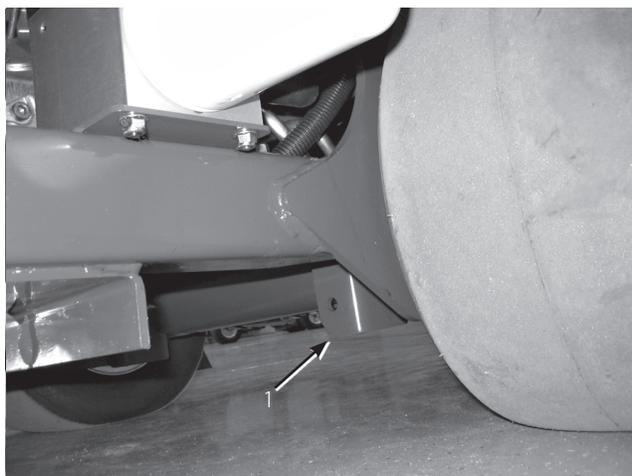

図 41
2. 後ホイールのすぐ内側にあるフレーム・プレートの下(図41)にジャッキを置く。